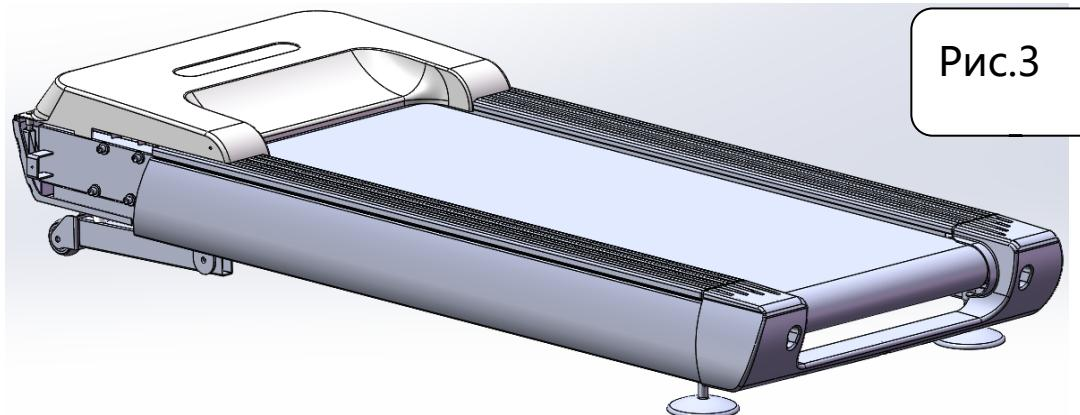

Рис.3
3. Вытащите изделие из деревянной упаковки и поставьте на ровную поверхность. Изделие необходимо поднимать, по крайней мере, вчетвером (Рисунок 3).